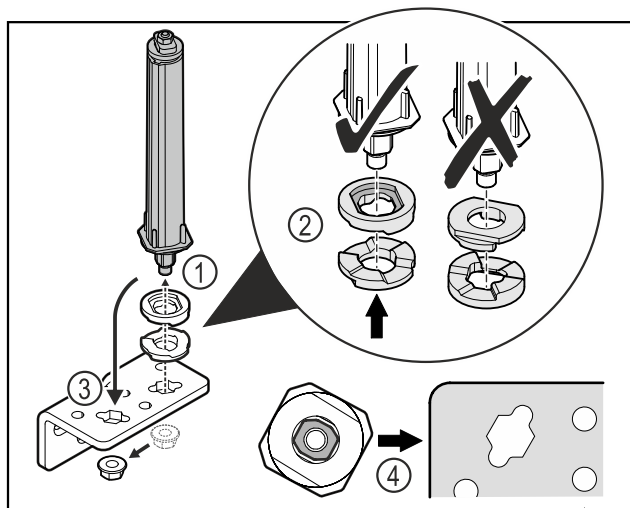

Fig. 41
- Odkręcić nakrętkę i wyjąć system blokujący drzwi Fig. 41 (1).
- Zwracać uwagę na prawidłowe ustawienie podkładek do regulacji wysokości Fig. 41 (2).
- Przetoczyć system blokujący drzwi w zawiasie i zamocować nakrętką Fig. 41 (3).
- Przy wkładaniu zwracać uwagę na prawidłowe ustawienie systemu blokującego drzwi Fig. 41 (4).